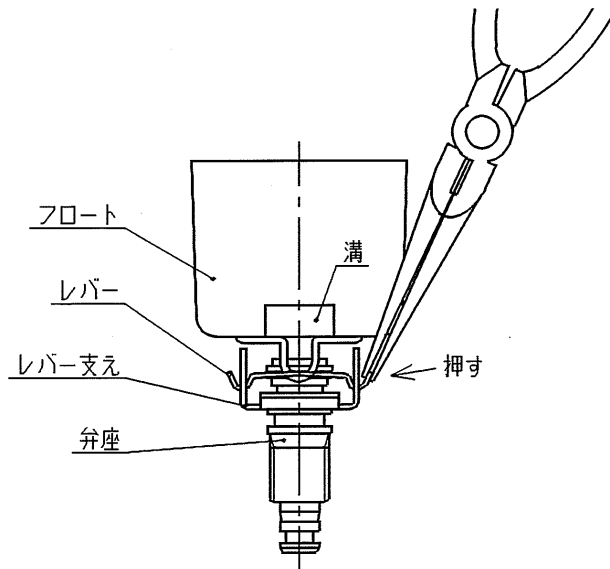
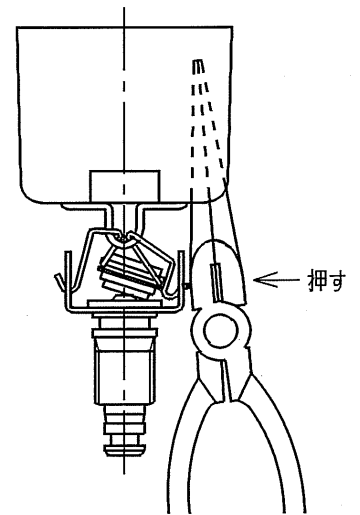

図 3
図 4
- 5.5 レバー支え ④を片手で持ち、レバー ③の端をラジオペンチで挟み、レバー支えの小穴に沿って内側に押し込みます(図3)。最後にラジオペンチの平坦部でレバー ③の端を押せばレバー ③はレバー支え ④から外れます(図4)。